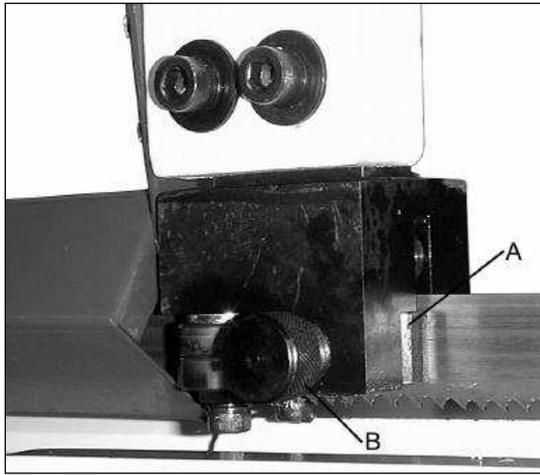

Рис.8
Ослабьте твердосплавные вставки (A, Рис. 8), ослабив винты (B). Отодвиньте вставки от полотна.
Отрегулируйте твердосплавные вставки (A, Рис. 8) так, чтобы они немного касались полотна.